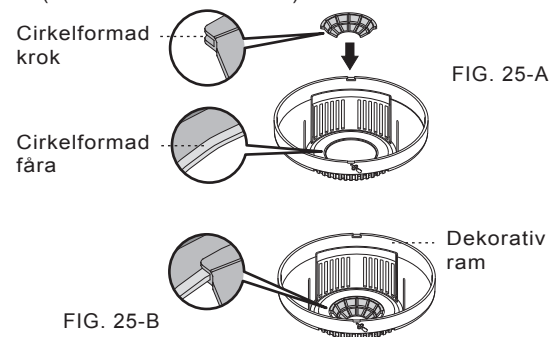

FIG. 25-B
4.2.3.3 Fixera linsskydd: På baksidan av den dekorativa ramen finns en cirkelformad fära och linsskyddet är utformat med en cirkelformad krok. Fixera linsskyddet genom att sätta in kroken i färan (se FIG. 25-A & FIG. 25-B).